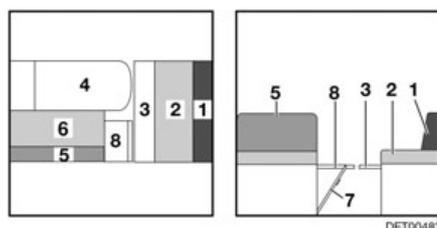

Fig. 133 Durante la transformación
- Plegar la prolongación del banco de asiento (Fig. 133,8) hacia arriba y colocar una cuña con la trampilla.
- Extraer la prolongación del armazón de cama (Fig. 133,3).
- Tirar del cojín del asiento (Fig. 133,2) del banco longitudinal hacia el centro.
- Colocar el cojín del respaldo (Fig. 133,1) del banco longitudinal entre el cojín del asiento y la pared.
- Tirar el cojín del asiento (Fig. 133,6) hacia adelante sobre la mesa.
- Quitar el cojín del respaldo (Fig. 133,5) y ponerlo a un lado.